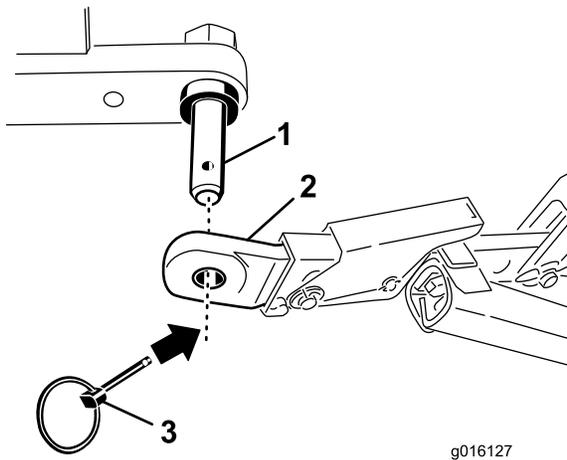

図 3
4. 下リンク・アームをエアレータ取り付けピンに、リンチ・ピンで取り付ける（図 3）。